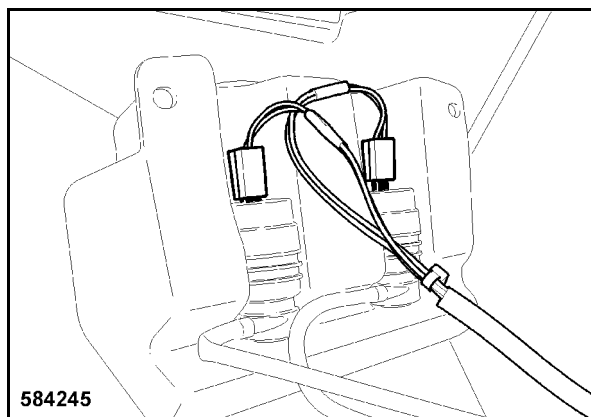

Bild 191
- Kiinnitä molemmat pesuvesipumpun liitospistokset (Bild 191).